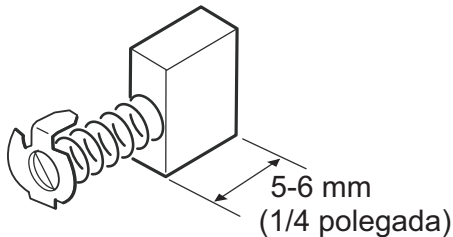

Figura 8. Tamanho da Escova de Carvão
1. Quando o carvão fica com menos de 5 ou 6 mm (1/4 polegada) a força do motor é deteriorada devido a uma retificação reduzida. (Figura 8). As escovas de carvão têm de ser substituídas.